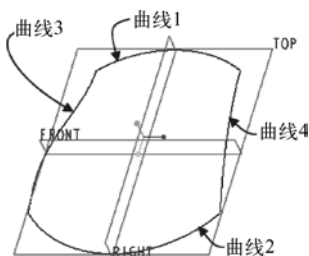
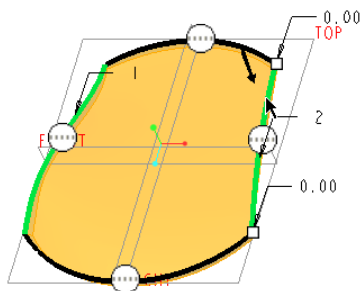

图 1-57 已有的 4 条边
图 1-58 指定两个方向的曲线
(1) 在“快速访问”工具栏中单击 (打开) 按钮，系统弹出“文件打开”对话框，从本书附赠网盘素材中选择 bj_1_45a.prt，接着单击“打开”按钮，该钣金件文件中存在着图 1-57 所示的 4 条边。
(2) 在功能区“模型”选项卡的“形状”组中单击 (边界混合) 按钮，打开“边界混合”选项卡。默认时，该“边界混合”选项卡中的 (实体) 按钮处于被选中的状态。
(3) (“第一方向”链收集器) 处于活动状态，在图形窗口中选择曲线 1 作为第一方向的曲线，接着按住〈Ctrl〉键选择曲线 2，也作为第一方向的曲线。在 (“第二方向”链收集器) 框中单击以将该收集器激活，接着选择曲线 3 作为第二方向的曲线，并按住〈Ctrl〉键选择曲线 4，也作为第二方向的曲线，如图 1-58 所示。